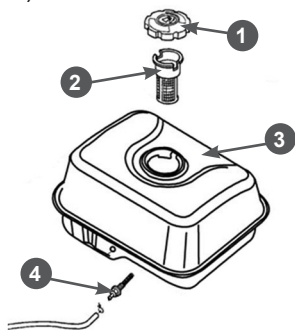

Рис. 27 Обслуживание топливных фильтров
В топливном баке установлены два сетчатых топливных фильтра. Один фильтр устанавливается в заливной горловине топливного бака. Второй фильтр конструктивно объединен со штуцером топливного бака и установлен внутри бака (Рис. 27).
Топливный фильтр 2 (Рис. 27), установленный в горловине бака, проверяйте
Одновременно с очисткой топливного бака необходимо проверять и очищать фильтр 4, установленный внутри бака (Рис. 27). Поврежденный или сильно загрязненный фильтр необходимо заменить.
3. Выкрутите из топливного бака выходной штуцер 4 и произведите его очистку (Рис. 27). Внимательно осмотрите сетчатый фильтр. При обнаружении механических повреждений замените штуцер топливного бака.